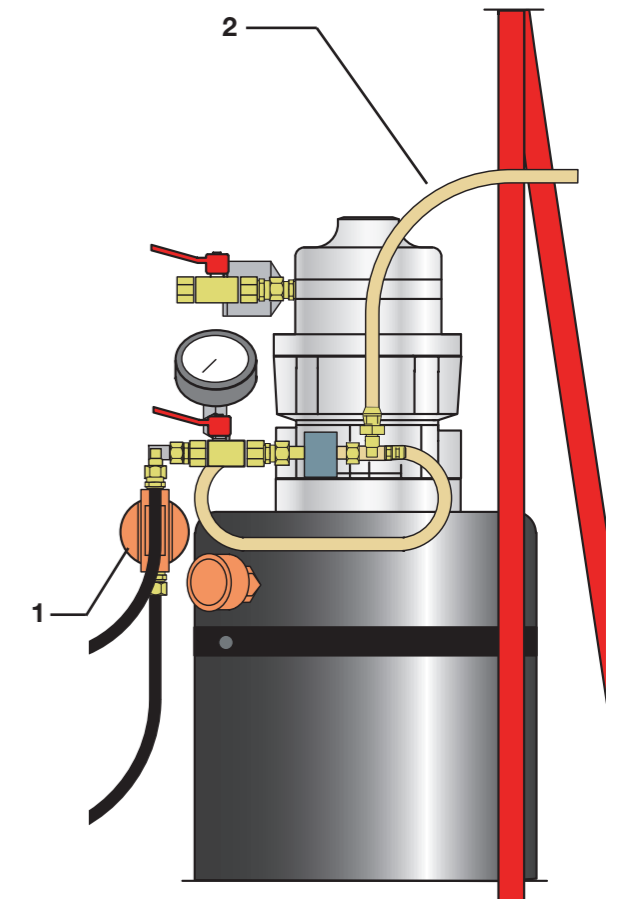

Abbildung 21:
10.5 Ölbefüllleinheit (Abb.21)